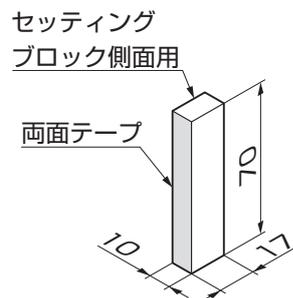
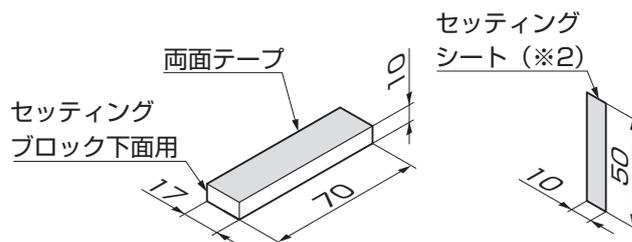

図3-10 側面用
図3-11 下面用
- セッティングブロックには、側面用と下面用の2種類があります。(図3-10、図3-11参照)